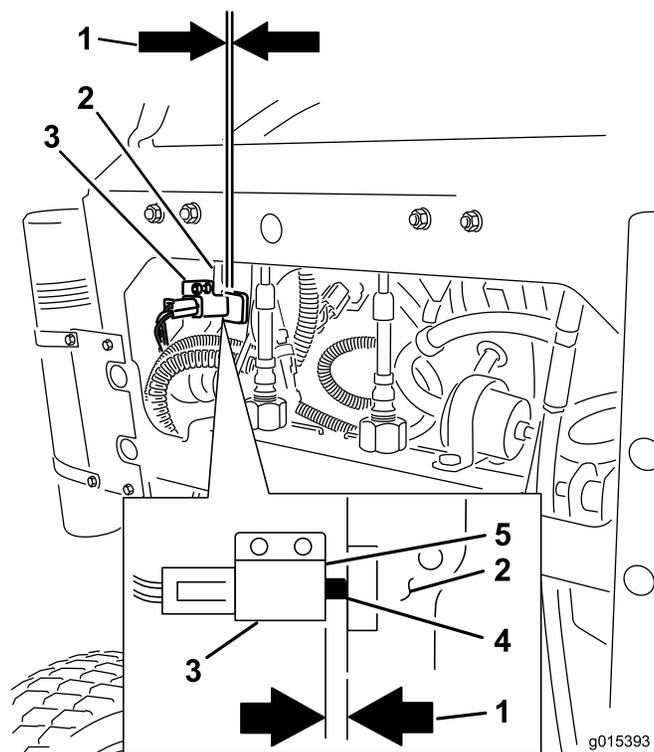

Figura 66
12. Compruebe la distancia entre la palanca de freno y la cara del interruptor, según se muestra en Figura 66. El espacio debe ser de 3 mm (1/8 pulgada) con el freno **puesto**.